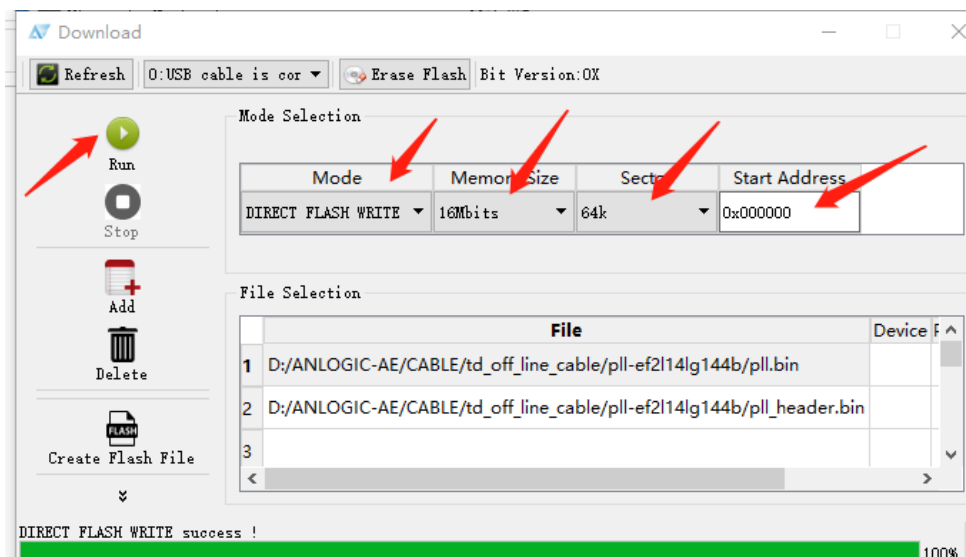

图 3-4 更新目标文件
3. 更新目标 bin 文件，选择“DIRECT FLASH WRITE”模式，烧录起始地址设置为 0x000000，点击“run”更新工程目标文件，界面配置如图 3-4 所示；